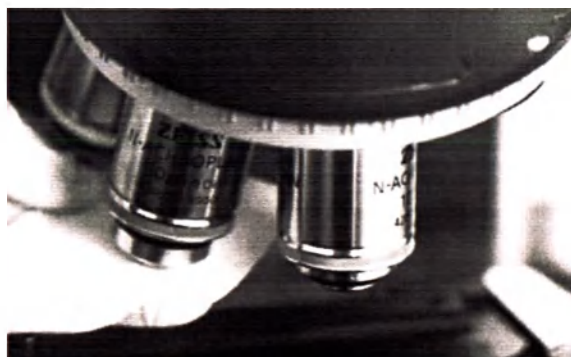

Рисунок 123 - Удалите иммерсионное масло с объективов
6. Удалите салфеткой иммерсионное масло с объективов, для работы которых применяется масло (Рисунок 123).